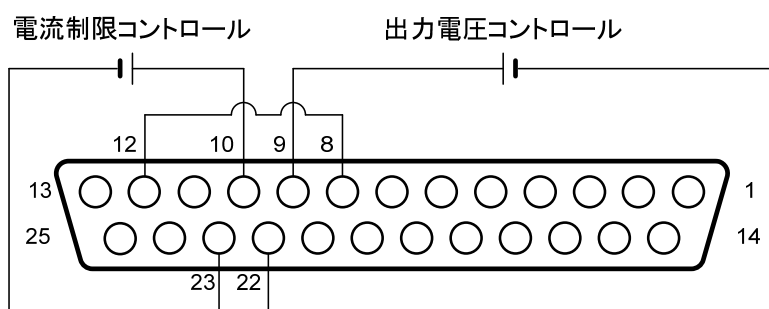

図 5-1 リモート電圧コントロール接続 (J1 コネクタはリアパネルから見た図)
◆ 詳細は、図 5-1、および「3-4-1. J1 コネクタの機能およびピン配列」の図 3-5、表 3-2 参照してください。
- (6) 図 5-1 に示すように外部電源を J1 端子に接続してください。その際には極性を確認の上、接続してください。